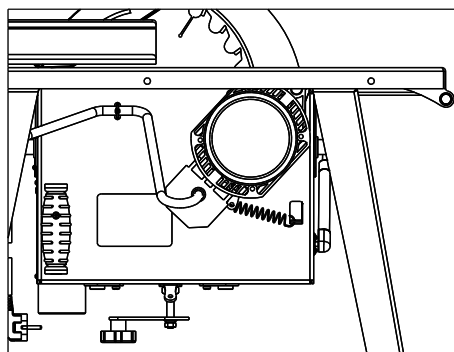

Рисунок 10. Пружина натяжения ремня
- снять пружину натяжения ремня со стороны двигателя (рис. 10);